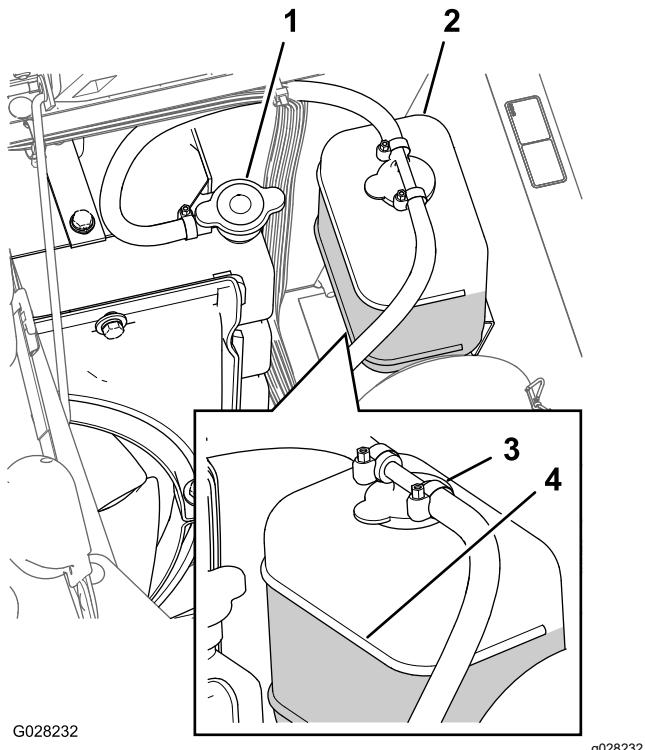

Figura 103
3. Retire cuidadosamente el tapón del radiador y el tapón del depósito de expansión (Figura 103).
Nota: El radiador debe llenarse hasta la parte superior del cuello de llenado, y el depósito de expansión debe llenarse hasta la marca Full (lleno) del depósito (Figura 103).
5. Si el nivel de refrigerante es bajo, retire el tapón del depósito de expansión y el tapón del radiador, y llene el depósito de expansión hasta la marca Lleno y el radiador hasta la parte superior del cuello de llenado. Figura 103
6. Coloque el tapón del radiador y el tapón del depósito de expansión (Figura 103).
2. Espere hasta que se haya enfriado el motor, luego retire el tapón del radiador (Figura 103).
6. Retire el tapón del radiador (Figura 103).
8. Arranque el motor con el tapón del radiador aflojado (Figura 103).
10. Una vez que el refrigerante se ha calentado, añada más refrigerante hasta que el nivel llegue a la superficie sellante del tapón, y apriete el tapón (Figura 103).
11. Abra el tapón del depósito de expansión y llene el depósito con refrigerante hasta el nivel de "Frío" (Figura 103).